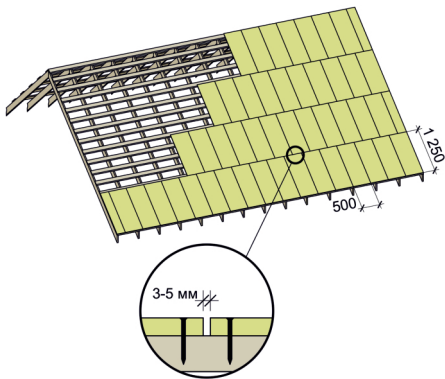

Рис. 5 Укладка сплошного основания из плит ОСП-3 или фанеры ФСФ по обрешётке.
- 3.1.3 Плиты необходимо разрезать и крепить вразбежку, как показано на рис.5.